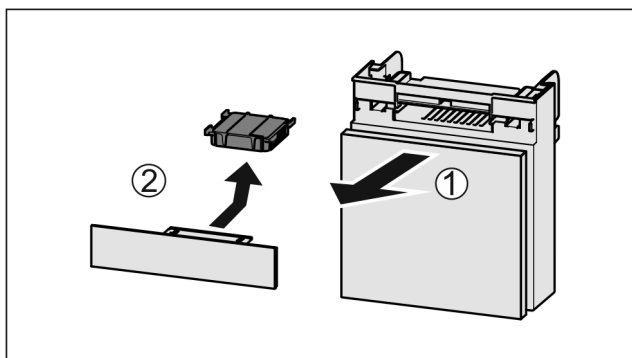

Fig. 57
- ▶ Zásuvku vytáhněte dopředu Fig. 57 (1).
- ▶ Filtr s aktivním uhlím vyjměte Fig. 57 (2).